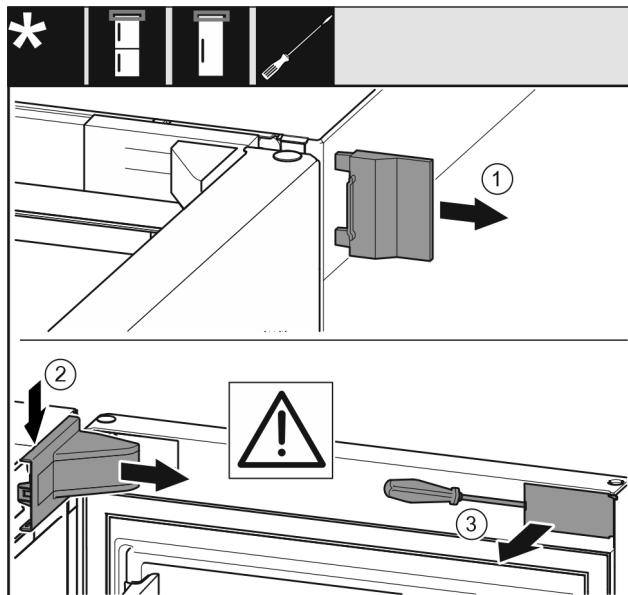

Fig. 7
- Ta av det ytre dekselet Fig. 7 (1).
- Løsne og ta av lagerblokkdekselet Fig. 7 (2).
- Løsne dekselet Fig. 7 (3) med en skrutrekker og sving det til siden.